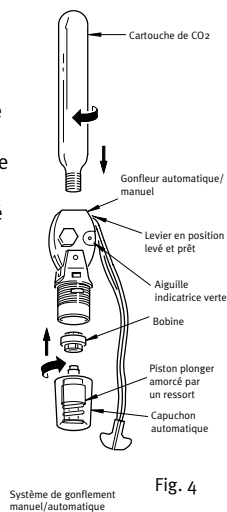

Fig. 4
Au besoin, remplacez la bobine avant de continuer (Fig. 4). Ensuite, examinez l'aiguille de perforation. Si la pointe de aiguille est engagée dans l'orifice où se visse la tête du cylindre, cela indique également que le mécanisme de capuchon automatique a été déclenché (Fig. 11). **Si vous observez l'un ou l'autre de ces signes, vous devez revisser le capuchon automatique ou remplacer la bobine!**
4. Assurez-vous que le levier manuel est en position levée et prêt à fonctionner et insérez l'aiguille indicatrice verte si elle n'est pas déjà en place. Assurez-vous que la cartouche de CO₂ est vissée solidement à la main dans le mécanisme de gonflement. (Fig. 4).
3. Dévissez et retirez le capuchon automatique (voir l'étape 5 pour l'entreposage). (Fig. 4).
5. Dévissez et retirez le capuchon automatique. (Fig. 4).